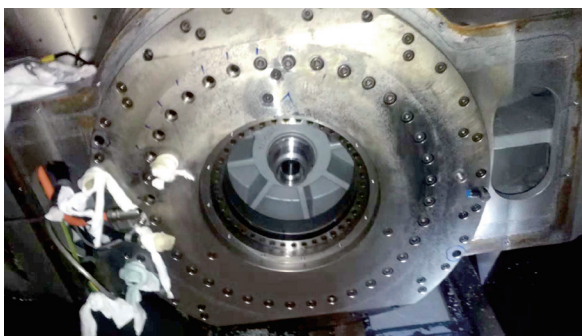

图8 转台制动盘外圈的固定螺栓
8) 拆卸转台制动盘外圈的均匀分布的32个固定螺栓（见图8除最内圈螺栓外的其他螺栓）之后，可